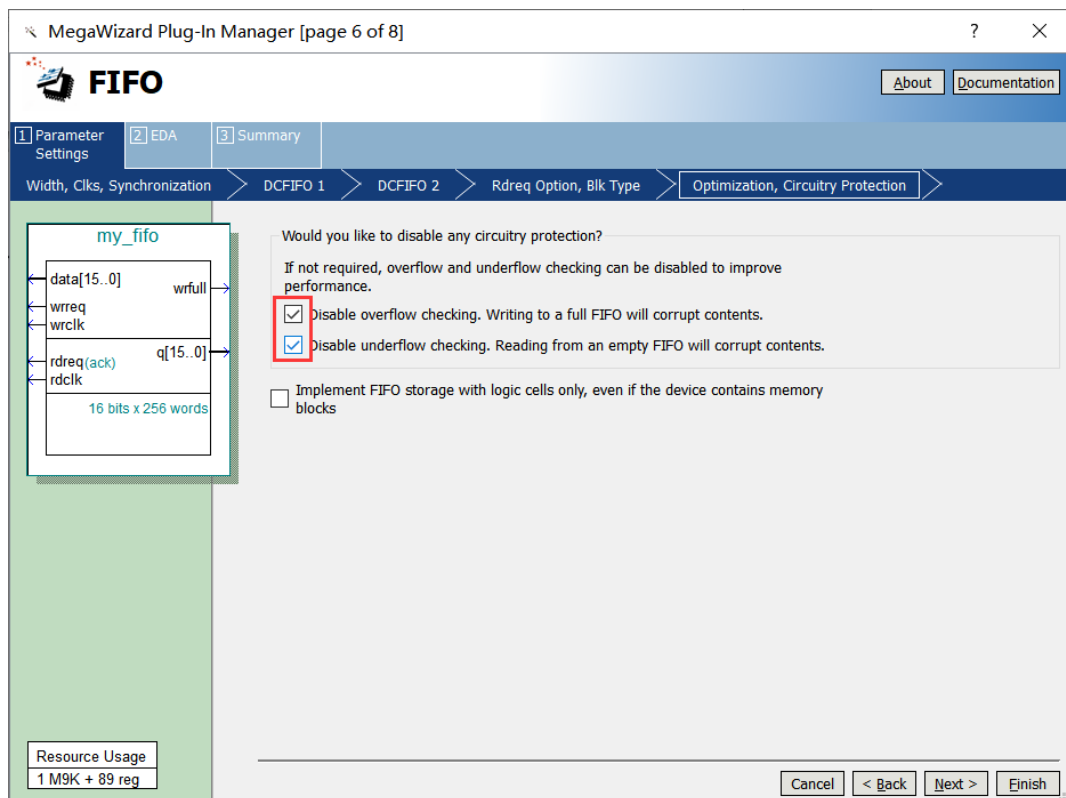

图 17-10
8、该对话框选择是否禁用“上溢”和“下溢”检测，一般选择禁用，如图 17-10 所示。